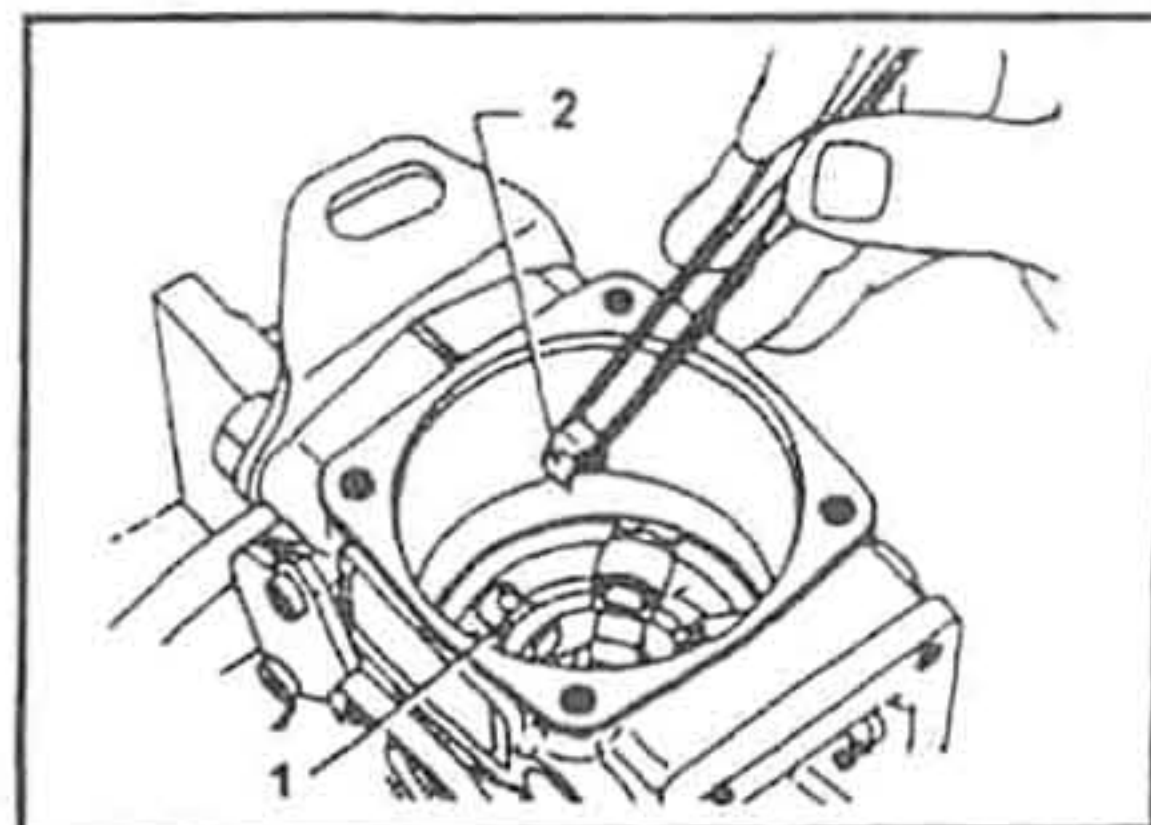
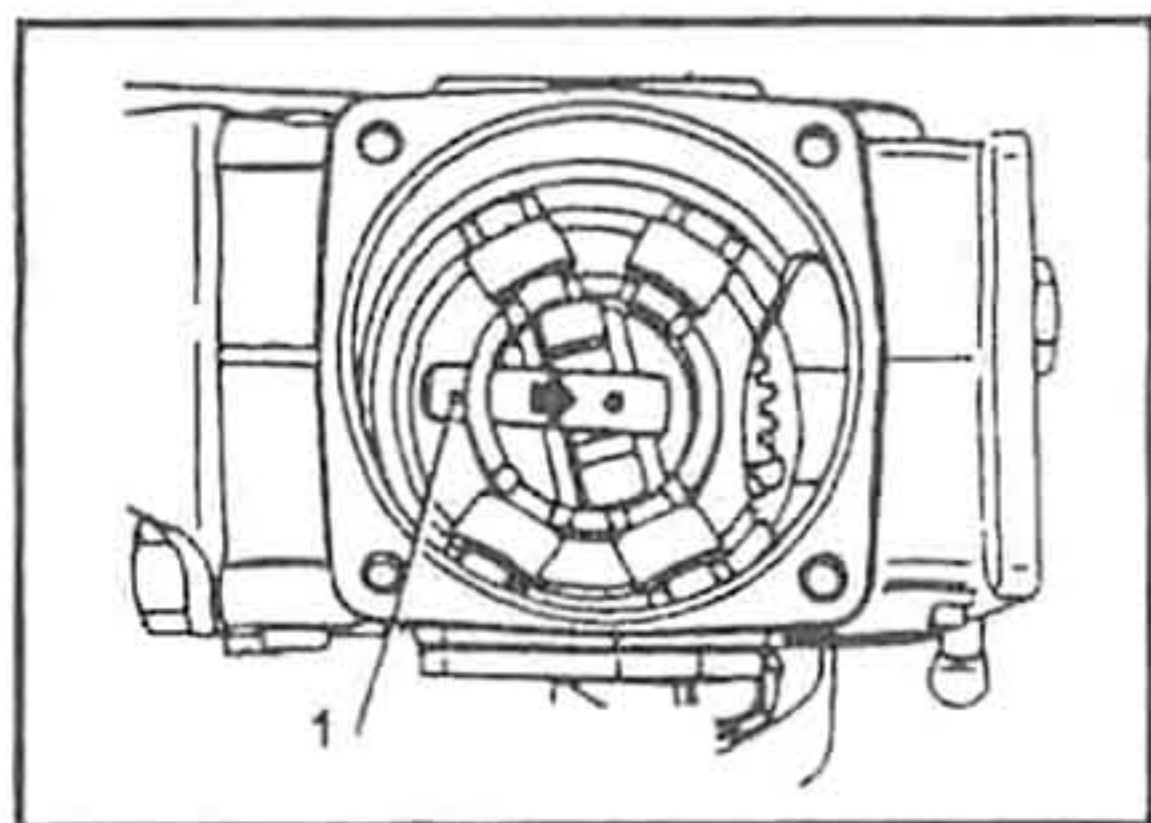

Рис.269. 1. Штифт. 2. Фиксатор.
Рис. 270. 1. Скользящий штифт.
Выверните установочные болты рычага регулятора и стопорный штифт фиксатора (1) и фиксатор (2) (рис. 269), переместите скользящий регулировочный штифт (1) в направлении, указанном стрелкой на рис. 270, затем снимите опорное кольцо роликов с ро-